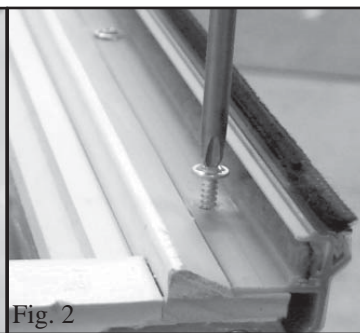

Fig. 2
- See Fig. 2. Remove interlock